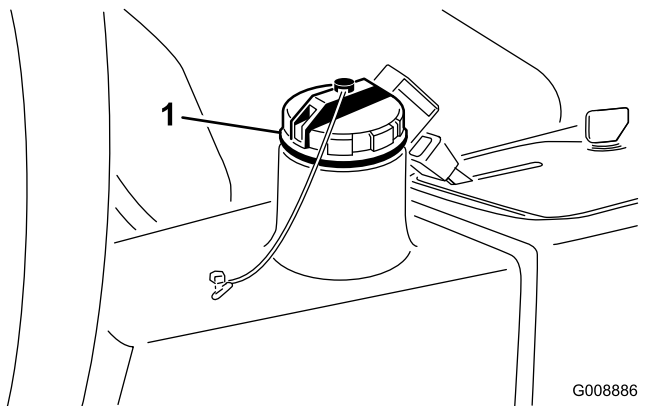

Bild 30
2. Reinigen Sie den Bereich um den Einfüllstutzen und den Deckel des Hydraulikölbehälters (Bild 30). Entfernen Sie den Deckel.